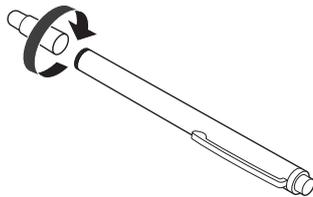

Figure 1
- 1) Tournez le capuchon du crayon dans le sens indiqué dans la figure 1.